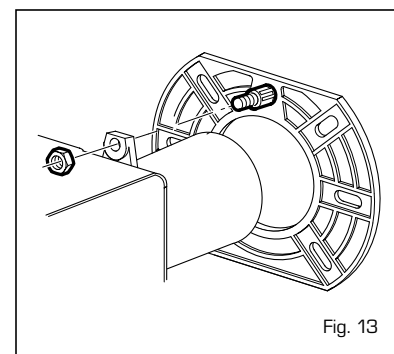

Fig. 13
Para efectuar la regulación del cabezal de combustión es necesario desmontar el quemador quitando la tuerca indicada en la fig. 13. Desmontar el cabezal de combustión aflojando los dos tornillos laterales que la mantienen ajustada al collar. Proceder a su regulación mediante un destornillador como se muestra en la figura 6/b respetando las posiciones indicadas en la tabla.
En las versiones "SOLO 20 y 30" e "AQUA 30" el grupo calefactor se enciende con el consentimiento otorgado al equipo del quemador, pero retardando su iniciación por un tiempo máximo de 90 segundos, que es necesario para llevar la temperatura del combustible a 65°C, en la zona del portarpulverizador. Alcanzada la temperatura, el termostato, colocado sobre el precalefactor (1 fig. 13/b), dará el consentimiento de la puesta en marcha del quemador. El calefactor quedará en marcha por todo el período de funcionamiento del quemador, desactivándose con el apagado del mismo.
Para desmontar el quemador de la pared de la caldera, quite la tuerca (fig. 13).
- abra la tapa del equipo bloqueada por un tornillo, desconecte los cables del calefactor (1 fig. 13/a) protegidos por la funda termore-
- afloje el empalme (2 fig. 13/a) y quite los cuatro tornillos que fijan el collar (3 fig. 13/a) al quemador.